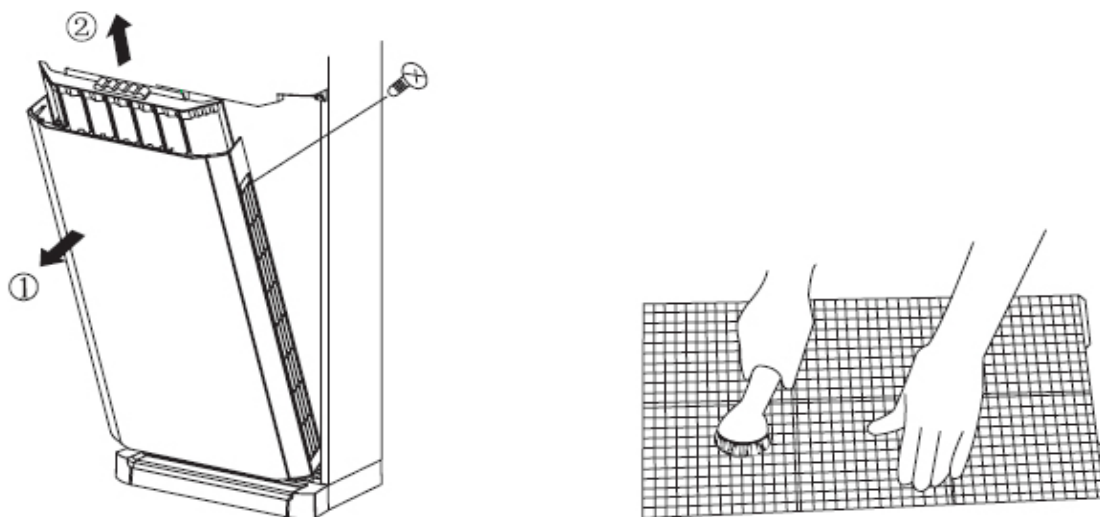

Fig. 7.2
(1) Démontage du filtre à air.
Comme indiqué sur la Fig. 7.2 retirer la bande décorative de la position ① puis dévisser la vis. Ouvrir le panneau de verre, dévisser les vis puis fixer le filtre à air. Enfin, retirer le filtre à air dans le sens de la flèche.
(2) Nettoyage du filtre à air.
Secouer légèrement le filtre ou nettoyer le filtre à l'aide d'un appareil de nettoyage électrique. Si le filtre présente trop de poussière, le nettoyer avec un peu de détergent neutre ou de l'eau chaude. Ensuite, sécher le filtre et le reposer, comme indiqué sur la fig. 7.2.